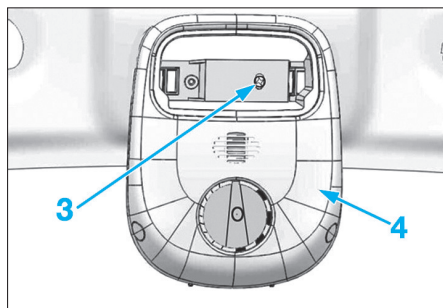

Fig. 92
- Déposer la vis de fixation (3) du support (4) (Fig.92).